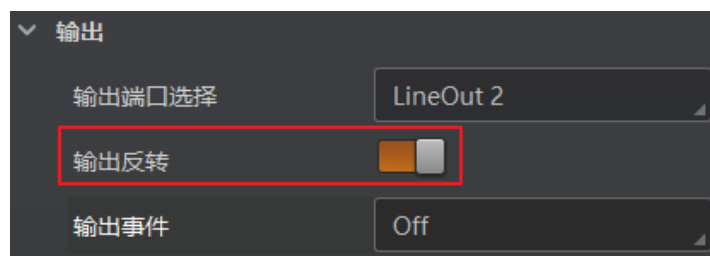

图4-44 输出反转
4. 若需要设备输出与此刻相反的信号，可启用输出反转功能，如图 4-44 所示。